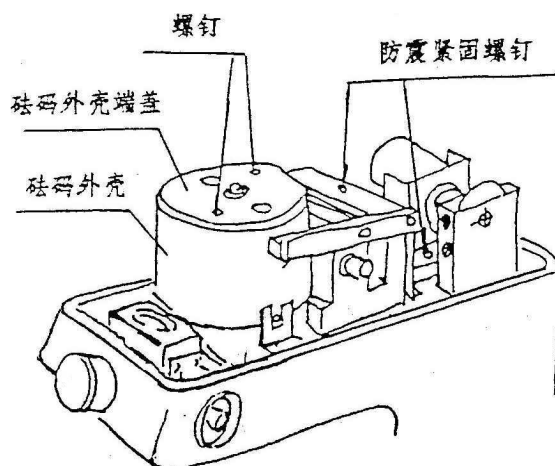

图 2
2.4 卸去上盖(10)，旋去 2 个防震紧固螺钉(图 2)。
2.6 旋去砝码外壳上的螺钉(图 2)，卸去端盖，将砝码轴和砝码从附件箱中取出，将